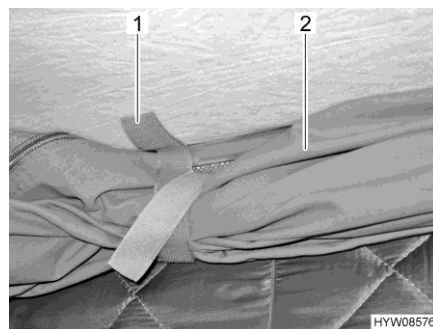

Fig. 48 Pattes de retenue
- Ouvrir les pattes de retenue (Fig. 48,1) sur la toile de tente enroulée (Fig. 48,2).
- Enrouler la toile de tente (Fig. 48,2) et la fixer avec les pattes de retenue (Fig. 48,1).